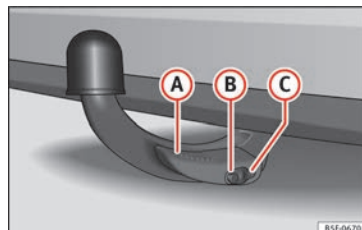

Fig. 229 Bola desmontable fijada correctamente
- La palanca (A) » fig. 229 está totalmente levantada.
- El perno de desbloqueo (B) » fig. 229 sobresale completamente (su parte roja y verde es visible).
- La tapa (C) » fig. 229 está colocada sobre la cerradura.